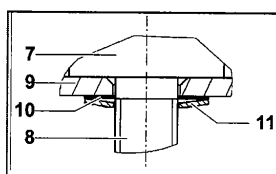

Fig. 5: Tellerfeder ausrichten
1. Pumpe zur Seite drehen; dies verhindert, dass beim Entfernen der Strukturmembrane die Passscheiben (10) und die Tellerfeder (11) in den Pumpenraum fallen.
2. Strukturmembran (7) durch Drehen des Lüfterrads in den oberen Umkehrpunkt bewegen.
3. Strukturmembran (7) an gegenüberliegenden Seitenrändern anheben, fassen und gegen den Uhrzeigersinn heraus-schrauben.
4. Stützkelch (9), Passscheibe(n) (10) und Tellerfeder (11) vom Gewindebolzen (8) der Strukturmembran abnehmen und aufbewahren.
6. Stützkelch (9), Passscheibe(n) (10) und Tellerfeder (11) in dieser Reihenfolge auf den Gewindebolzen (8) der neuen Strukturmembran (7) schieben (siehe Fig. 5).
- i** Der Tellerrand der Tellerfeder (11) muss zur Strukturmembran (7) gerichtet sein.